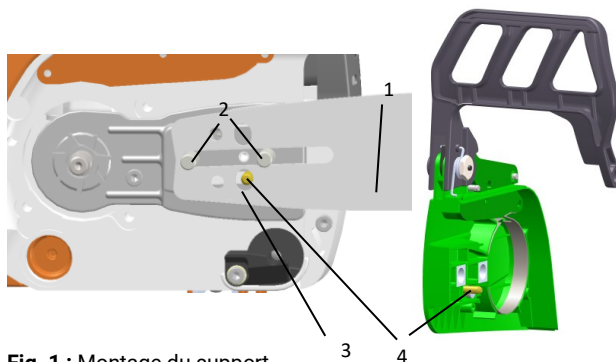

Fig. 1 : Montage du support
- > Placez le guide-chaîne (**1** - Fig.1) entre les vis (**2** - Fig.1) de la même façon qu'un guide-chaîne de tronçonneuse normale.
- > Le trou (**3** - Fig. 1) dans le support doit se trouver au niveau de l'entraîneur du tendeur de chaîne. Selon le type de tronçonneuse, celui-ci est monté du côté du moteur ou dans le couvercle (**4** - Fig.1).